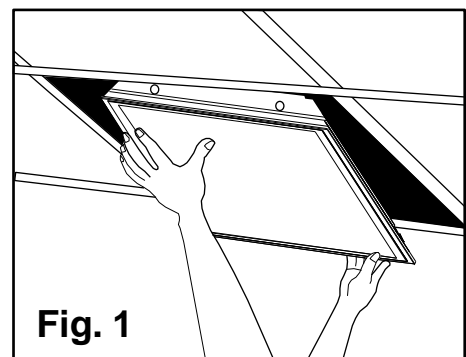

Fig. 1
3. Retirez l'emballage, puis reposez le **luminaire** sur le "T" du système de suspension de plafond à l'endroit désiré (**Fig. 1**).